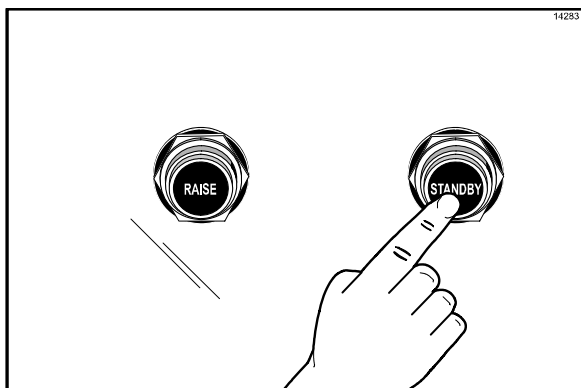

Abbildung 26
1. Um die obere Grillplatte in die STANDBY-Position zu bringen, bei geöffnetem Grill den Knopf STANDBY zweimal drücken. (Siehe Abbildung 26.)